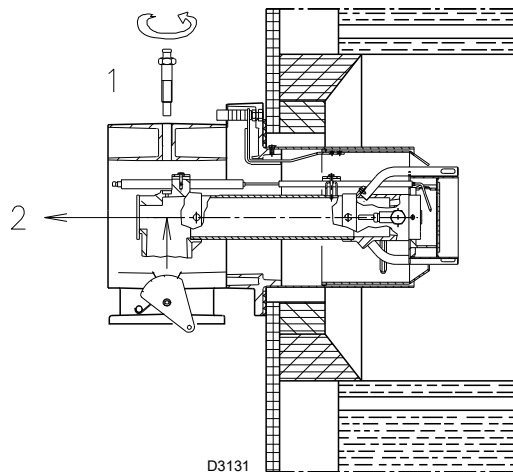

Abb. 18
- Entfernen Sie die Schraube 1)(Abb. 18) und ziehen Sie den Innenteil 2) heraus;
Lösen Sie, um die Einstellung zu erleichtern, die Schraube 1) (Abb. 18 auf S. 22), nehmen Sie die Einstellung vor und ziehen Sie die Schraube dann wieder fest.